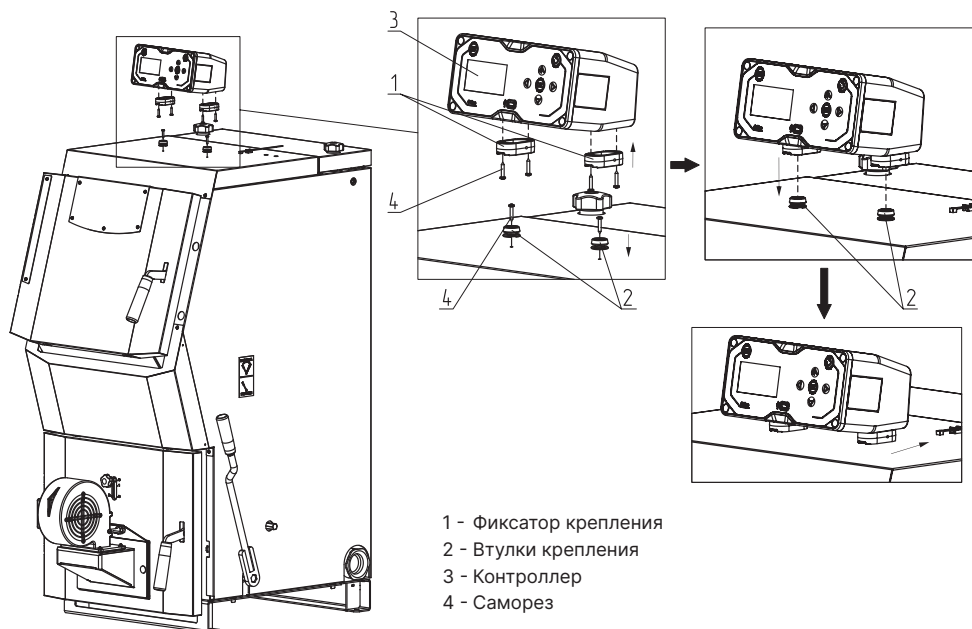

Рис.11 Установка контроллера
- С помощью саморезов (**Рис.11, поз.4**) зафиксируйте фиксаторы крепления (**Рис.11, поз.1**) на контроллере (**Рис.11, поз.3**);
- Зафиксируйте втулки крепления (**Рис.11, поз.2**) на крышке котла с помощью саморезов (**Рис.11, поз.4**);
- Контроллер на фиксаторах крепления (**Рис.11, поз.1**) установите на втулки крепления (**Рис.11, поз.2**) и зафиксируйте контроллер сдвинув его к задней части котла как показано на **Рис.11**.